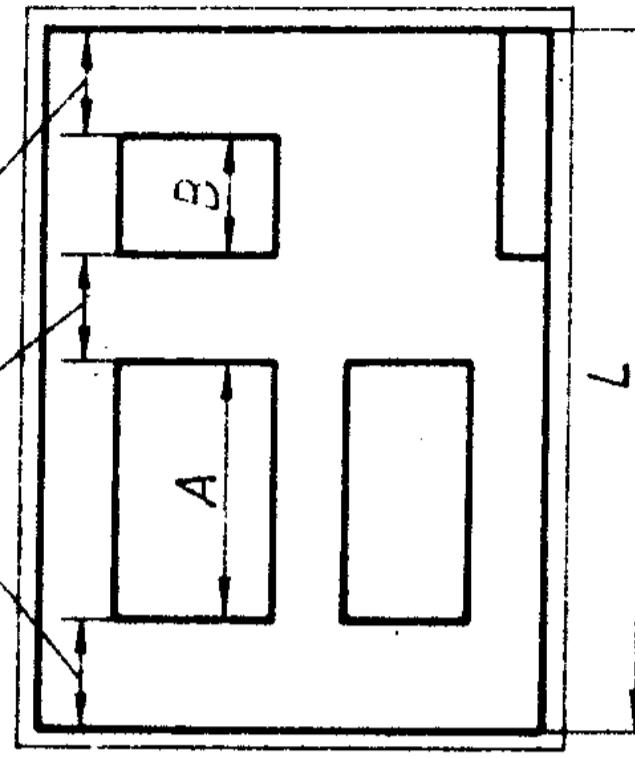

图 1
根据图 1 和图 2，抄两张图。
1. 根据尺寸，按比例 1:1，将图 1 中的 4 个平面图形画在一张 A3 图纸上（横放），尺寸照注。图名——几何作图（一），图号——01.01。
2. 将图纸用胶纸固定在图板左下方（图1），然后按标准幅面画出边框线和图框线。本课程作业图纸一律不留装订边，故四面周边宽度尺寸都按不留装订边图样画出，参见自学教材表1—1。在图框右下角画出标题栏，标题栏的格式和尺寸见自学教材图1—4。